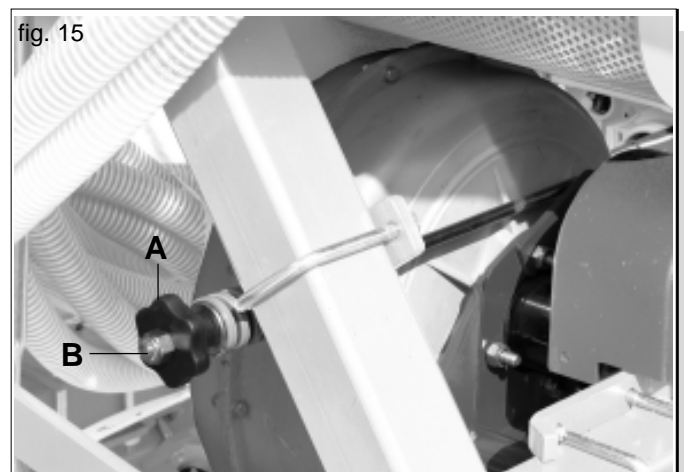
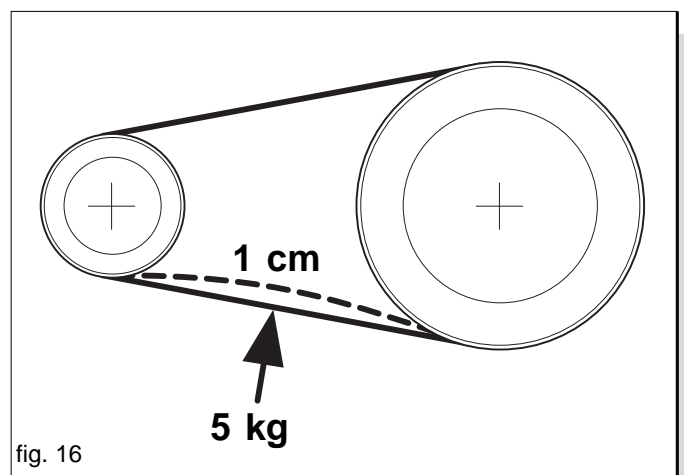

fig. 15
fig. 16
- 2) Riemen Spannung mit dem Handrad "A" (Fig. 15) einstellen. Im mittleren Abschnitt zwischen den beiden Riemenscheiben mit einer Kraft von 5 kg auf den Riemen drücken. Der einzelnen Riemen muß sich um 1 cm (max.) eindrücken lassen (Abb. 16).
Zum Riemenwechsel Riemen komplett durch Loosen von Handrad A (Fig. 15) entspannen.
Achtung: Nie die Stopmutter "B" (Fig. 15) entfernen!
- 1) Die Riemen mittels des Handrad (A Abb. 15) lockern, die Schutzverkleidungen (A, B Abb. 11) abnehmen und die Treibriemen entfernen.